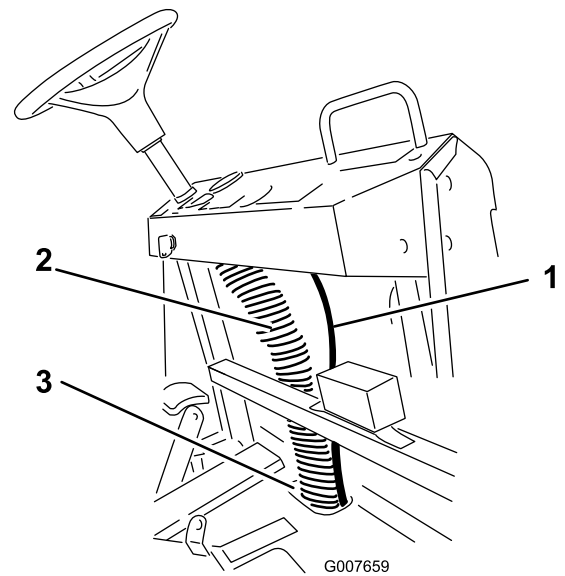

Bild 14
5. Befestigen Sie den Schlauch an den vorhandenen Kabeln (Bild 14).
4. Verlegen Sie den Schlauch nach oben bis hinter die rechte Seite des Armaturenbretts (Bild 14).